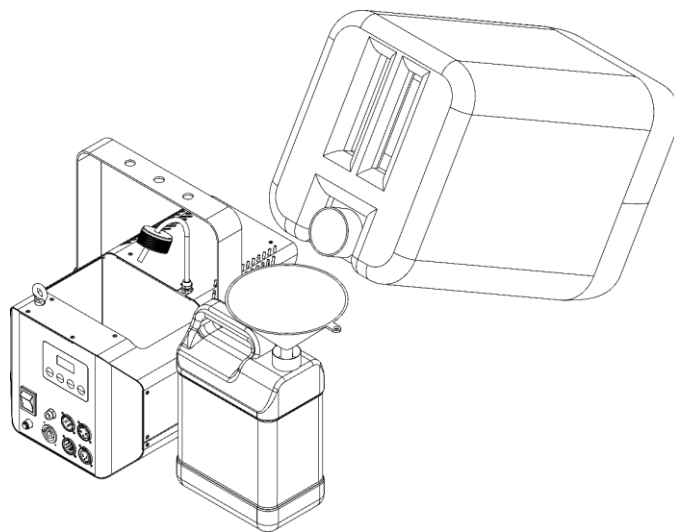

Fig. 11
- 05) Utilizzare un imbuto per versare il liquido per nebbia nel serbatoio, come mostrato nella Fig. 11.